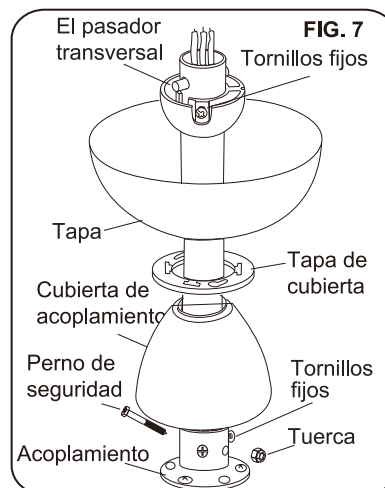

FIG. 7
Paso 2. Afloje los dos tornillos de fijación del acoplamiento del conjunto del motor del ventilador del motor. (Fig.7)
Paso 3. Quite la bola de suspensión de la varilla por aflojando el tornillo de fijación de la bola de suspensión, y quitando el pasador transversal, entonces deslizando la bola de suspensión fuera de la varilla. (Fig.7)
Paso 4. Proporcione los cables del ventilador a través de la varilla cuidadosamente. (Fig.7). Atornillo la varilla en el acoplamiento del conjunto del motor del ventilador. Inserte el perno de seguridad en el acoplamiento y la varilla e instale la tuerca. Apriete bien. Entonces apriete los tornillos de fijación.
Paso 5. Deslice la cubierta de acoplamiento, la tapa de cubierta, y la tapa en la varilla (Fig.7). Y vuelva a instalar la bola de suspensión cuidadosamente en la varilla, entonces por favor asegúrese de que el pasador transversal esté en la posición correcta, los tornillos de fijación estén apretados, y los alambres no sean torcidos.